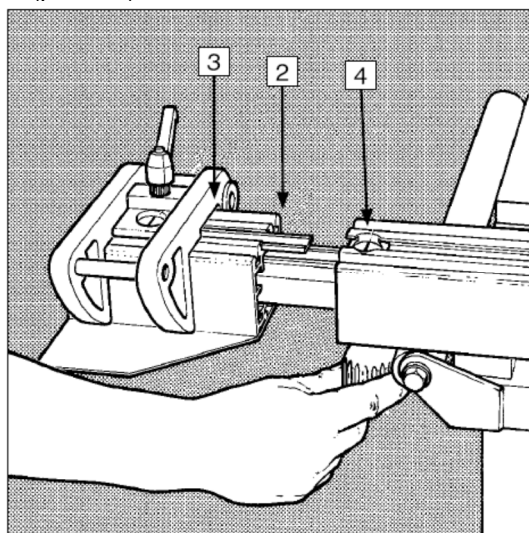

Рис. 20
Теперь шкала на телескопической части упора (рис. 20, 2) должна быть отрегулирована по первой шкале. Используя телескопическое удлинение, следует установить второй фиксатор (3) на размер 1925 мм, чтобы сделать различные шкалы соответствующими друг другу. Лучший способ проверки соответствия всех шкал заключается в проведении нескольких контрольных распилов с применением различных шкал.